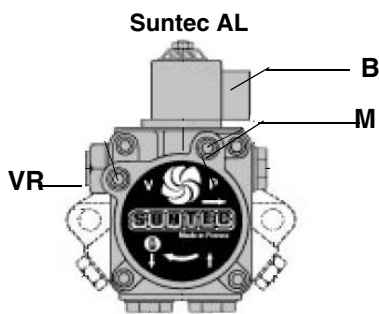

Fig. 15
- 2 Demontati conectorul bobinei **B** de pe pompa (Fig. 15) pentru a evita ca motorina sa intre in mod neasteptat in camera de ardere;
- 4 Cand lampa de semnalizare EVG se aprinde (vezi capitolul pag.19) demontati fotorezistenta **FR** (Fig. 15) din locas si iluminati-o ;
- 5 Aerisiti pe la racordul pentru manometru **M**, slabind usor dopul , fara a-l scoate (vezi Fig. 15) ;
- 7 Repuneti fotorezistenta **FR** (Fig. 15) in locasul sau ;
- 8 Reconectati conectorul bobinei **B** pe pompa (Fig. 15) ;
- 4 Când lampa de semnalizare EVG se aprinde (vezi capitolul pag.19) demontați fotorezistența **FR** (Fig. 15) din locaș și iluminați-o ;